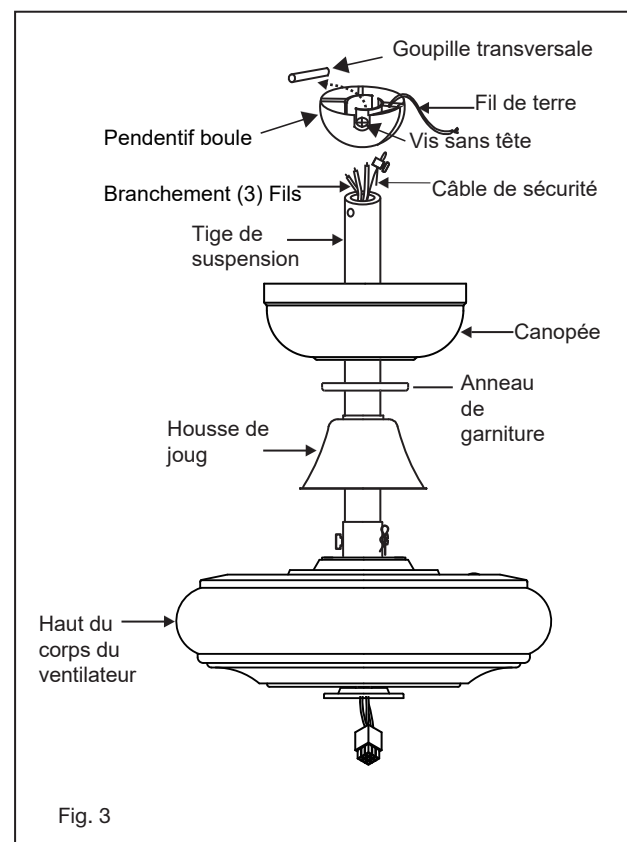

Fig. 3
- 1 Glissez le couvercle de l'étrier, l'anneau de garniture et la verrière sur la tige de suspension. (Fig.3)
Un flux d'air VERS LE BAS crée un e ff et de refroidissement comme le montre la figure 3. Cela vous permet de régler votre climatiseur sur un réglage plus chaud sans ff ecter votre confort.